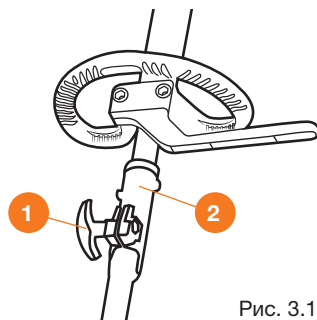

Рис. 3.1
- Ослабьте крепление винта ① и вставьте нижнюю штангу ② до фиксации стержня в отверстии (Рис. 3.1).
- Затяните крепление винтом ①.